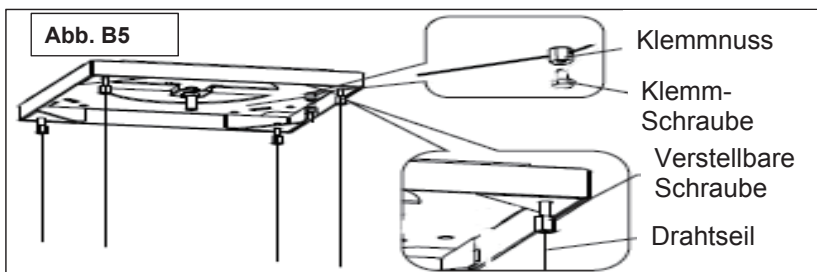

Abb. B5
10. Bringen Sie die 4 einstellbaren Schrauben an der Montageplatte an, drehen Sie sie auf die richtige Länge und nicht zu fest. Führen Sie die 4 Drahtseile durch die 4 verstellbaren Schrauben, legen Sie die Länge der Drahtseile fest und markieren Sie diese. Verwenden Sie 4 Draht-Verriegelungsschrauben + Schraubenmuttern, um diese an den 4 Drahtseilen an den markierten Stellen zu befestigen. Stellen Sie hier sicher, dass die 4 Drahtseile gleich lang sind. (Abb. B5)